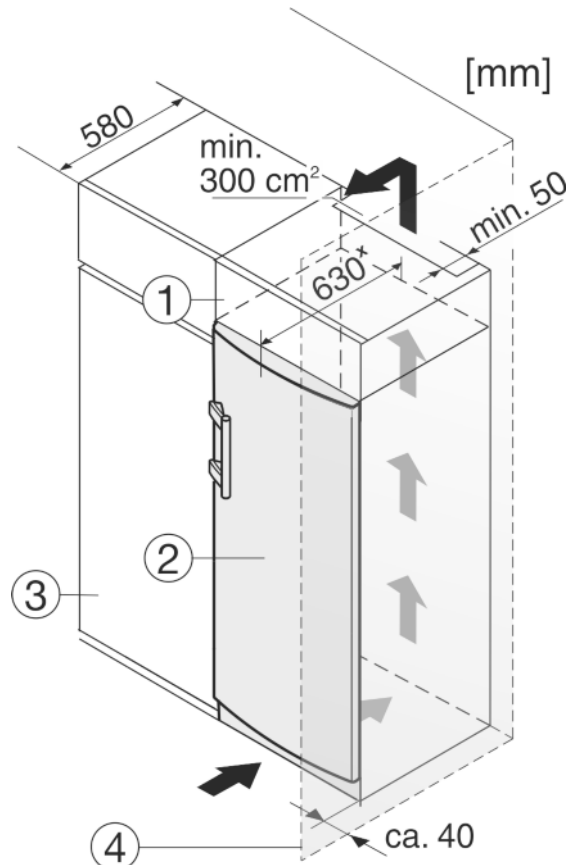

Fig. 12
A készüléket körbe lehet építeni konyhaszekrényekkel. Rá lehet szerelni egy rátét szekrényt Fig. 12 (1), hogy a készüléket Fig. 12 (2) a konyhabútorok magasságához igazítsa.
Ha a berendezést (max. 580 mm mélységű) konyhaszekrényekkel építi körül, akkor közvetlenül a konyhaszekrény Fig. 12 (3) mellett is felállíthatja. A készülék oldalirányban 34 mm x, a közepétől pedig 50 mm x távolságban nyúlik túl a konyhaszekrény előlapjához képest.
Mikor a berendezést a csuklópántokkal egy fal Fig. 12 (4) mellett állítja fel, akkor a berendezés és a fal közti távolság legalább 40 mm legyen. Ez nyitott ajtó esetén megfelel a fogantyú túlnyúlásának.